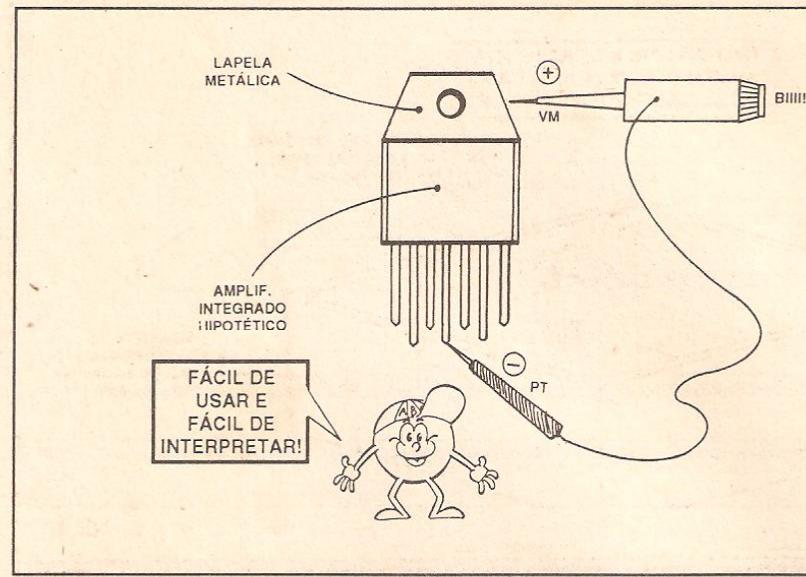

FIG. 5
- FIG. 5 - ENCONTRANDO O PINO CORRESPONDENTE (ELETRICAMENTE) À ABA METÁLICA EXTERNA, NUM INTEGRADO ‘‘DESCONHECIDO’’ - Considerando a natural polarização das pontas do PROVADOR, e por medidas de segurança e lógica, é sempre bom efetuar a ‘‘procura’’ do pino coincidente com a ‘‘lapela’’, da seguinte forma: encosta-se a ponta de prova **positiva** (vermelha) à aba metálica e, com a ponta de prova preta (negativa), vai se tocando cada um dos pinos do hipotético Integrado ‘‘desconhecido’’, até ouvir-se o nítido apito do sinalizador piezo... O pino que ‘‘apitar’’ será o internamente ligado à ‘‘lapela’’... Notem que, depen-